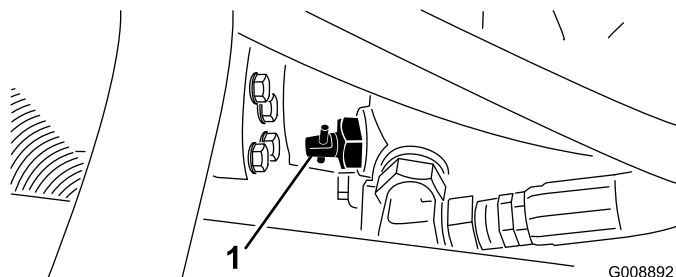

Рисунок 27
1. Найдите перепускной клапан на насосе (Рисунок 27) и поверните его на 90°.